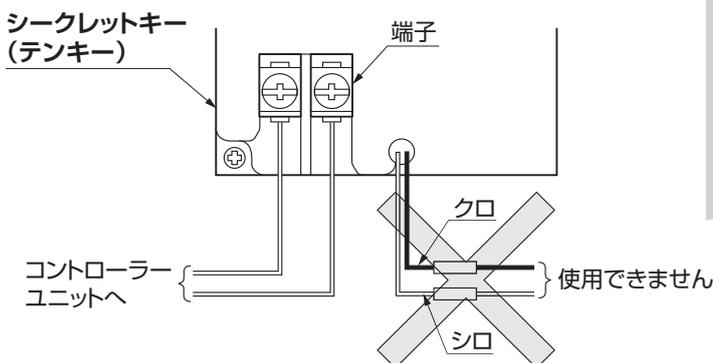

図3-8
⑤コントローラーユニットからの配線と、電気錠変換ボックスへの配線を端子に結線してください。(図3-8参照)